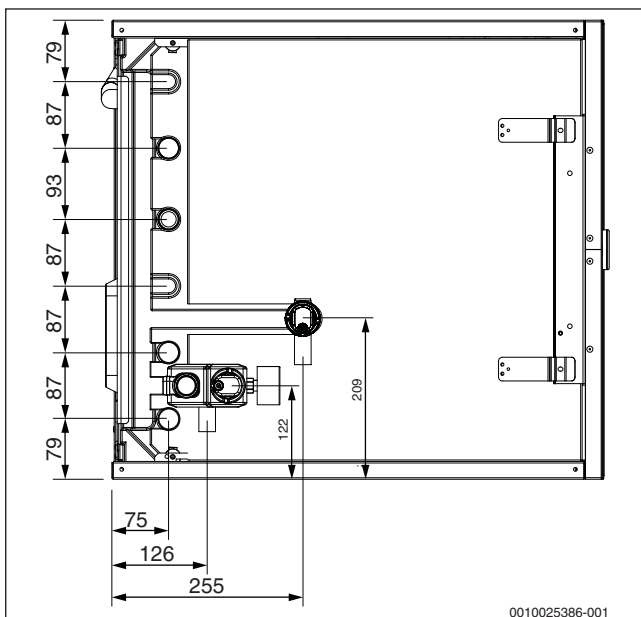

Bild 7 Maße der oberen Anschlüsse (Maße in mm)
- Die Anschlüsse befinden sich an der Oberseite des Geräts. Die Anschlüsse und Rohrverläufe sind beim Platzbedarf zu berücksichtigen (→ Bild 7).